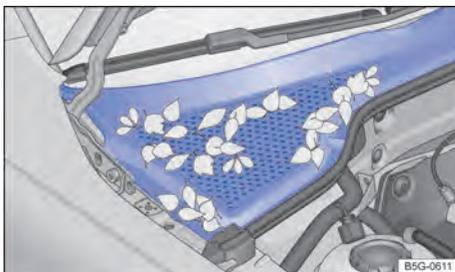

Fig. 197 Entre o compartimento do motor e o para-brisa: caixa de água (representação esquemática).
- A caixa coletora de água está localizada no compartimento do motor, entre o para-brisa e o motor e sob uma cobertura perfurada → Fig. 197. O ar ambiente é sugado da caixa coletora de água para o interior do veículo por meio do sistema de aquecimento e ventilação ou do ar-condicionado.